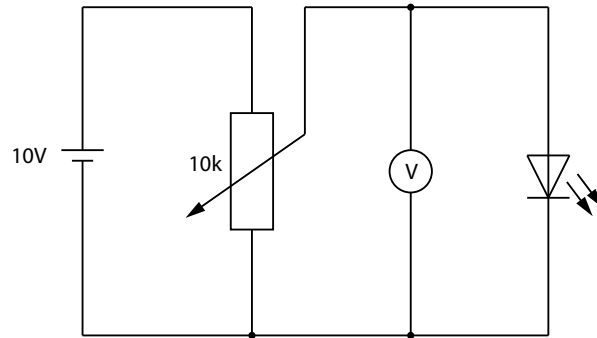

Abbildung 3: Schaltung zur Messung der Schwellenspannung von LEDs
2. Bauen Sie folgende Schaltung (Abb. 3) auf und messen Sie für alle in der Tabelle aufgeführten LEDs die jeweilige Schwellenspannung U_S . Drehen Sie die Spannung mit dem 10-Gang Potentiometer jeweils langsam hoch und beobachten Sie dabei das Einsetzen der Lumineszenz der LED im Dunkeln durch das Papprohr.
4. Berechnen Sie gemäß (4) jeweils aus den Schwellenspannungen und Wellenlängen der einzelnen LEDs das Plancksche Wirkungsquantum, bilden Sie einen Mittelwert oder führen Sie eine grafische Mittelung (grafische Darstellung U_S als Funktion der Frequenz f) durch. Vergleichen Sie Ihr Ergebnis mit dem Literaturwert und diskutieren Sie mögliche Ursachen für Abweichungen.